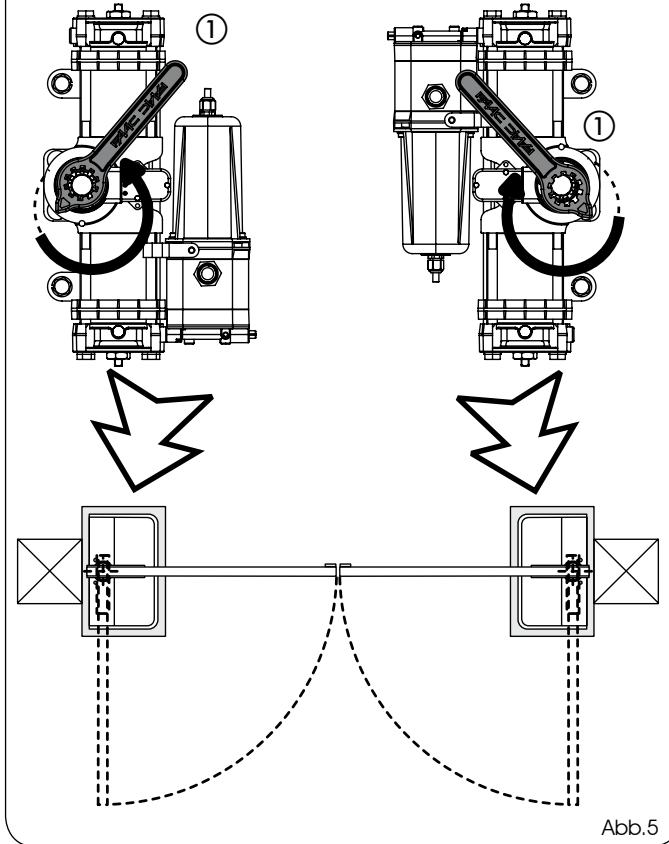

Abb.5
- 5) Das Ritzel des Antriebs mit dem im Lieferumfang enthaltenen Schlüssel (Abb. 5, Bez. ①) in Schließrichtung des Tors (siehe Abb. 5) bis zum Innenanschlag des Kolbens drehen und den Schlüssel abziehen.